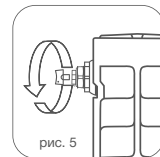

рис. 5
4. Для удаления воздуха из радиатора в верхней коллектор обязательно установка крана Маевского* или автоматического воздухоотводчика. Для удаления воздуха через кран Маевского необходимо периодически (несколько раз в год) вручную стравливать его с помощью специального ключа* (рис. 5)